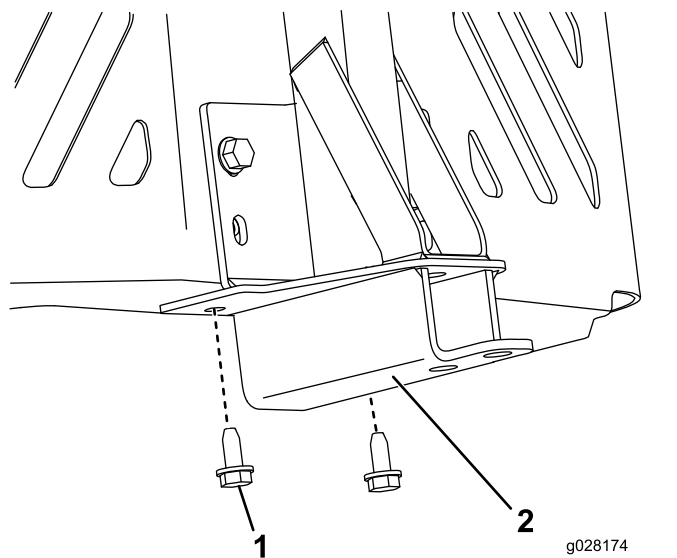

Figura 12
3. Fixai cadrul de pivotare la partea de sus a mainii folosind 2 uruburi cu autofiletare (5/16 × 3/4") aa cum se arată în Figura 12.